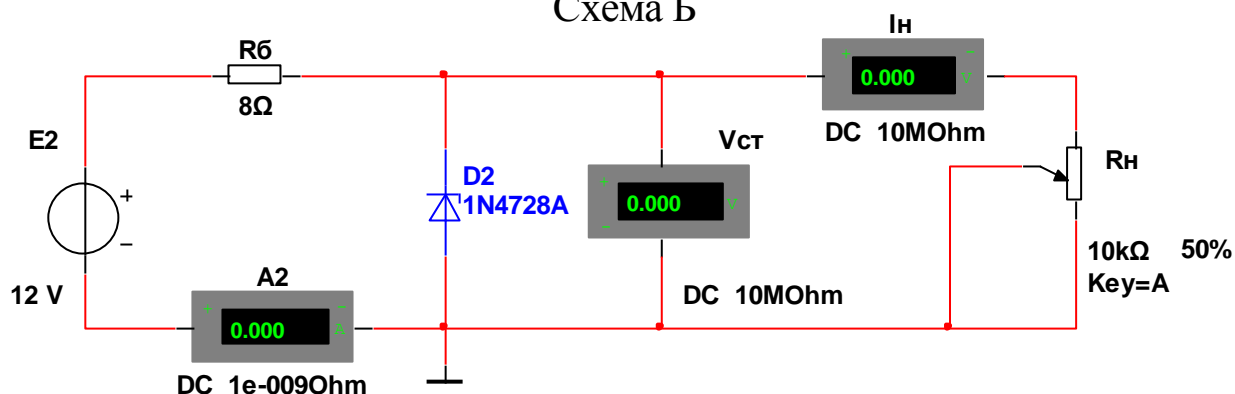

Рисунок 3.2 – Принципиальная схема параметрического стабилизатора
3.3 Исследование работы параметрического стабилизатора (Схема Б, рисунок 3.2) состоит из четырех экспериментов: